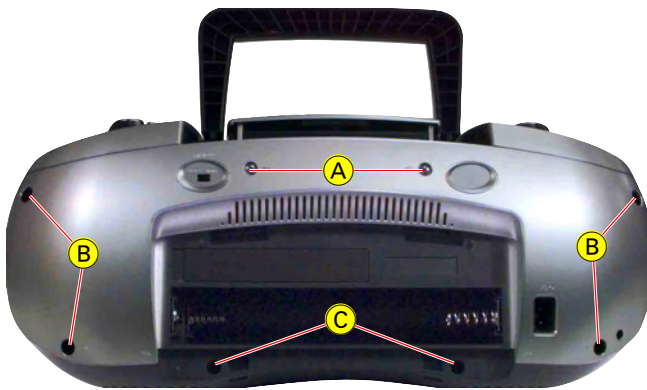

Fig. 1
- 2 Schrauben (A), 4 Schrauben (B) und 2 Schrauben (C) herausdrehen (Fig. 1).
- Undo 2 screws (A), 4 screws (B) and 2 screws (C) (Fig. 1).